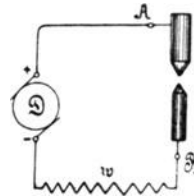

Fig. 27.
109. Gleichstrombogenlampen brauchen an ihren Klemmen A und B (Fig. 27) durchschnittlich 40 V Spannung, so daß die überschüssige Spannung in einem vorgeschalteten Widerstande w vernichtet werden muß. Wie groß muß der Widerstand werden, wenn die Maschinenspannung 65 [60] (110) V beträgt und die Lampe mit 8 [10] (12) A brennen soll?